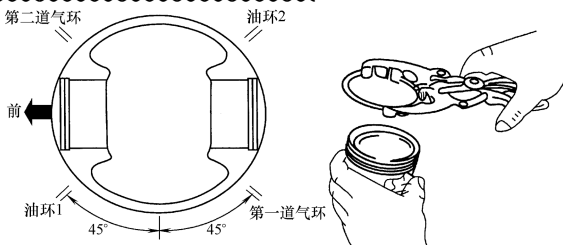

图 1-74 活塞环安装
1) 活塞环安装时开口错开 120° , 如图 1-74 所示, 标记“TOP”必须指向活塞顶。**注意: 不能将活塞环强行扭曲或撑开过大, 在活塞环及环槽表面涂抹润滑油, 先从底部油环开始安装。**安装撑簧油环时, 先装弹簧, 再装环体, 弹簧接头处放于环体开口处对面。安装钢带组合油环时, 先装衬簧, 再装上下刮片, 衬簧接头与上下刮片的开口周围方向相隔 3cm 以上。安装气环时, 应有标记的一面朝活塞顶部, 有内台阶或内倒角一面朝下, 切勿装反。活塞环装入环槽内各道环之间开口应互错 $90^\circ \sim 120^\circ$, 且开口处不要对活塞销处。